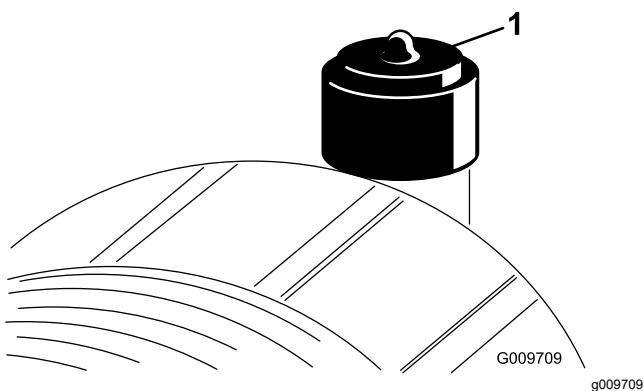

Figura 39
Effettuate la manutenzione del filtro dell'aria quando l'indicatore (Figura 39) lo richiede. Sostituendo il filtro dell'aria prima del necessario si aumenta il rischio che la morchia penetri nel motore quando si toglie il filtro.
2. Se la spia (Figura 39) è rossa, resettatela.